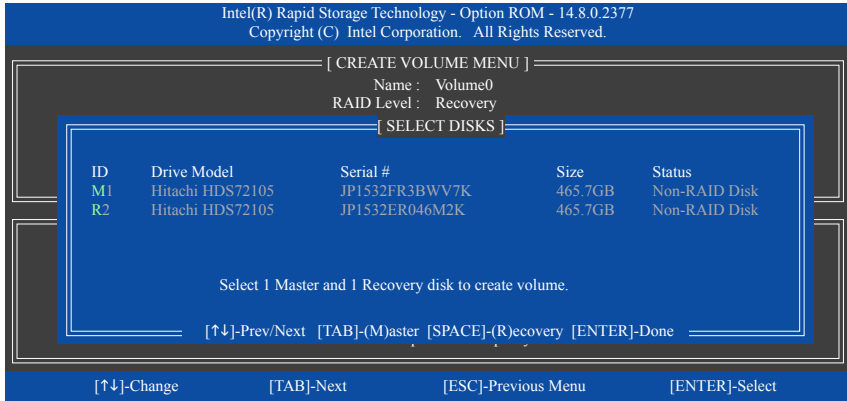

図 21
**Select Disks** アイテムの下で、<Enter>を押します。**SELECT DISKS** ボックスで、マスタドライブに対して使用するハードドライブには<Tab>を押し、リカバリドライブに対して使用するハードドライブには <Space> を押します。(リカバリドライブの容量がマスタドライブの容量より大きいことを確認してください) <Enter>を押して確認します (図 21)。